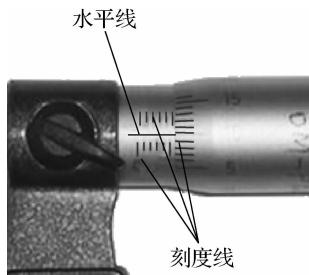

图 1-16 外径千分尺的刻度
(1) 外径千分尺固定套筒上的水平线上、下各有一列间距为 1 mm 的刻度线,上侧刻度线在下侧两相邻刻度线中间,如图 1-16 所示。